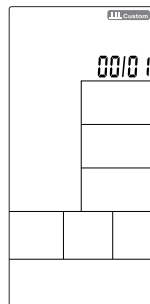

Figure 32
⑨ Press any PROGRAM key then perform the program accordingly.
① Drücken Sie INTERVAL, um INTERVAL CUSTOM auszuwählen, drücken Sie ENTER, um in diesen Modus zu gelangen und INTERVAL CUSTOM 00/XX blinkt zusammen mit den 1s-Summertönen eingestellt werden. Drücken Sie UP/DOWN, um 00/XX im Bereich von 1~99 kreisförmig einzustellen. Drücken Sie ENTER, um die Einstellung zu bestätigen, während der Summer 1 Sekunde lang ertönt, und gehen Sie dann zur nächsten Einstellung über (Abbildung 32).
① Press INTERVAL to select INTERVAL CUSTOM, press ENTER to enter into this mode then INTERVAL CUSTOM 00/XX flashes to be set along with buzzer beeps 1s. Press UP/DOWN to set 00/XX within 1~99 Circularly. Press ENTER to confirm along with buzzer beeps 1s then enter into next setting. (Figure 32)